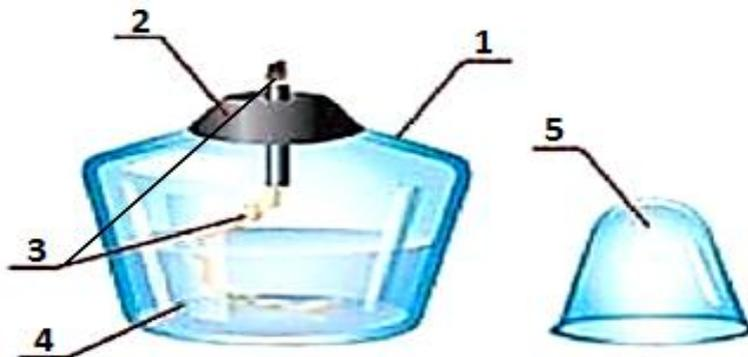

Рисунок 1 – Устройство спиртовки
Спиртовка состоит из толстостенного стеклянного резервуара (1) со спиртом (4), отверстие закрыто специальным диском с трубочкой (2), которая в свою очередь удерживает фитиль (3) из некручёных хлопчатобумажных нитей и колпачка (5). Выдвинув фитиль из трубочки, можно увеличить размер пламени. (Рис.1)